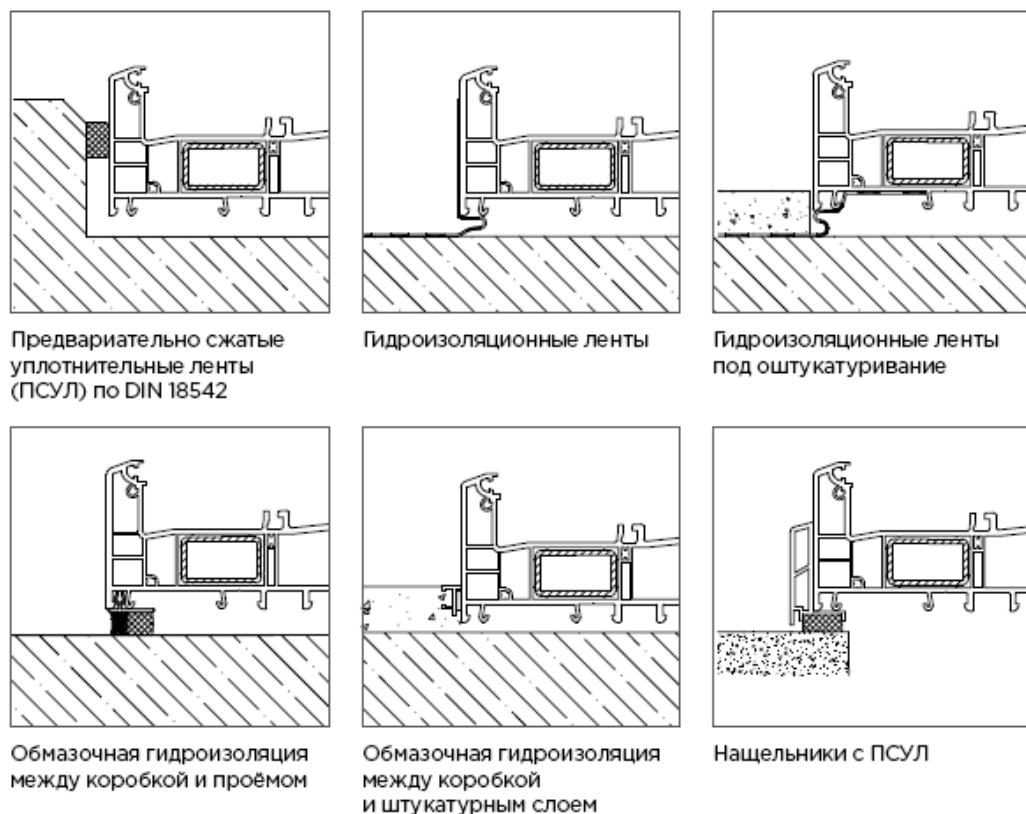

Рис. 10. Примеры устройства гидроизоляции монтажных швов
11. Произвести заполнение монтажного шва по периметру коробки. Примеры устройства монтажных швов указаны на рис. 10 и 11.